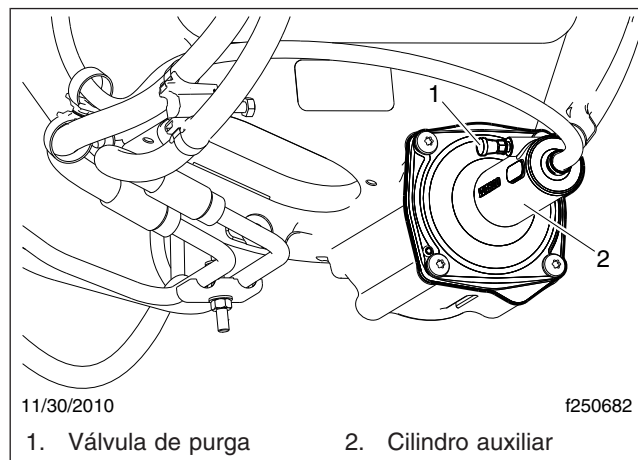

Figura 4, Cilindro auxiliar, control del embrague hidráulico
- 4.2 Retire la tapa de la válvula de purga del cilindro auxiliar. Vea la **Figura 4**. En la válvula, instale una manguera de drenaje transparente conectada a una botella de captación. Esta manguera debe ajustarse firmemente a la válvula de purga de modo que no se salga cuando se bombee líquido.
3. Retire la tapa de la válvula de purga del cilindro auxiliar. Vea la **Figura 4**. En la válvula, instale una manguera de drenaje transparente conectada a una botella de captación. Esta manguera debe ajustarse firmemente a la válvula de purga de modo que no se salga cuando se bombee líquido.